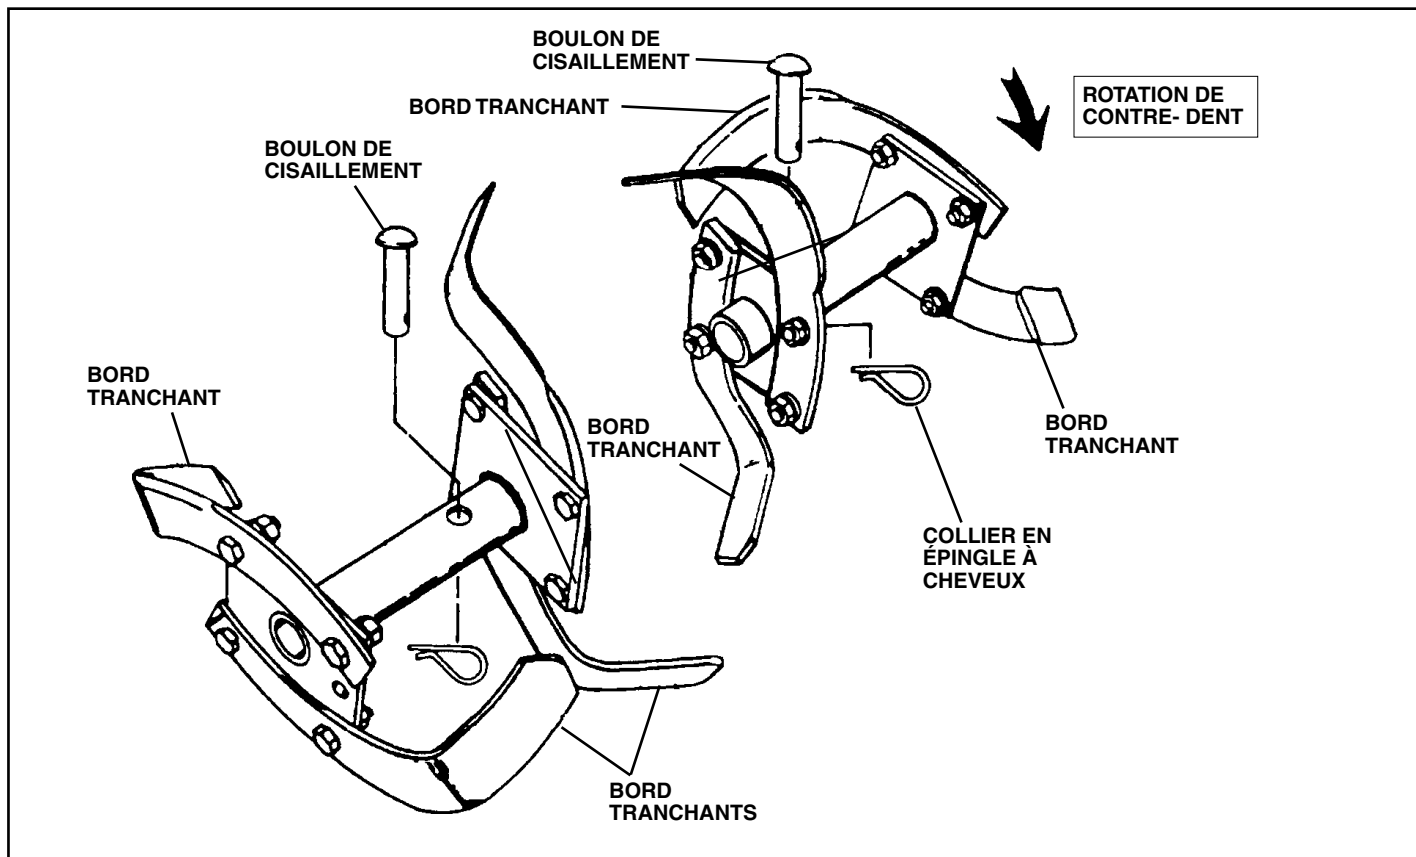

FIG. 26
- Les nouvelles dents devraient être montées comme illustré dans la Figure 26. Les bords de dent aiguisés tourneront en arrière à partir d'en haut.